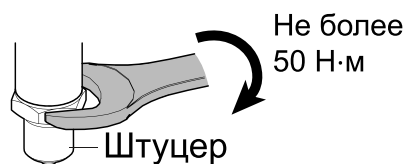

Рисунок 6.4 – Крепление штуцера
2. Закрепить преобразователь в точке установки гаечным ключом за шестигранник штуцера (см. рисунок 6.4). Усилие затягивания не должно превышать  $50 \text{ Н} \cdot \text{м}$ .